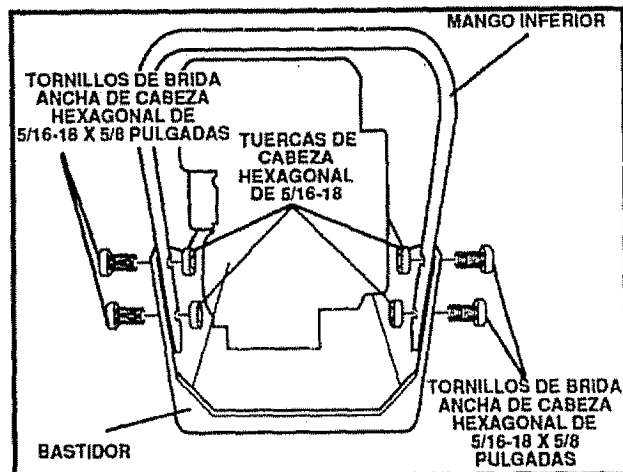

FIG. 3A
- Ponga el mango inferior dentro del bastidor de la canteadora (vea la Fig. 3A) y asegúrelo en su lugar con cuatro (4) tornillos de brida ancha, de cabeza hexagonal de 5/16-18 y cuatro (4) tuercas de seguridad, de cabeza hexagonal de 5/16-18 (que se encuentran en la bolsa con las partes). Sujete el mango inferior hacia atrás a medida que aprieta los tornillos. Las tuercas de seguridad se deben encontrar en la parte interior de los dos mangos, según se muestra en la Fig. 3A.